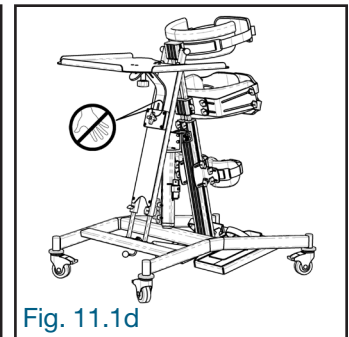

Fig. 11.1d
• Lors de l'ajustement vertical de la table, NE PAS mettre les doigts et les mains entre la rainure du support (A) de table et la glissière (B) du plateau stabilisateur (Fig. 11.1d).